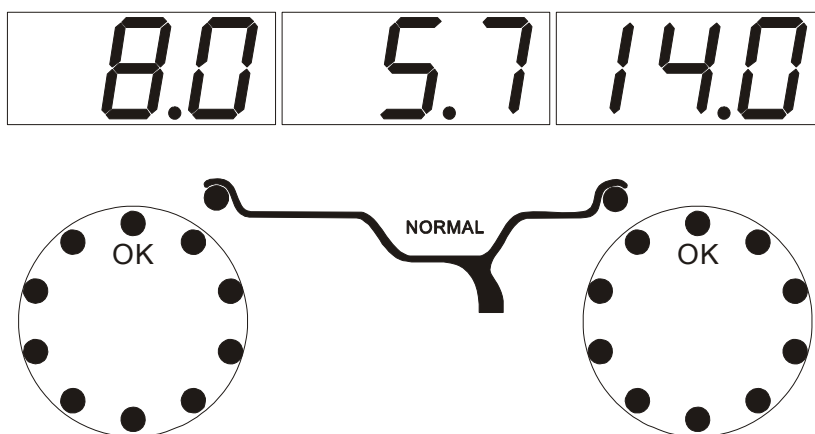

рисунок 7-1
9.1 После включения оборудования, дождитесь окончания инициализации (рисунок 7-1). Установите балансировочный грузик и относительный средний размер шины. Введите показатели диска, следуя пункту 7;